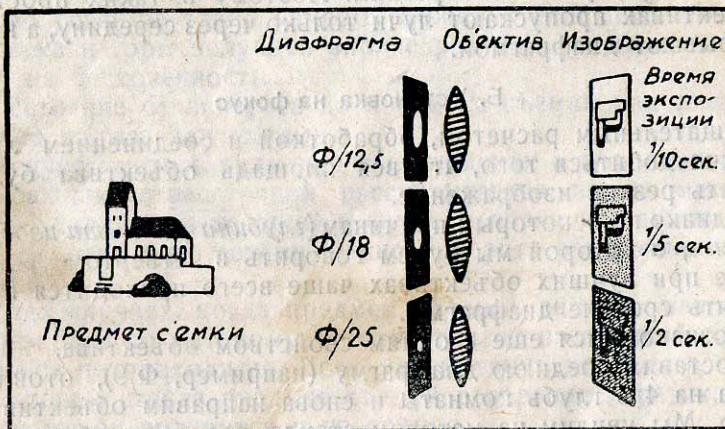

Рис. 16. Чем меньше применяемая диафрагма, тем темнее получается изображение на пластиинке и тем продолжительнее должна быть экспозиция.
Направим теперь объектив камеры снова на окно, получим резкое изображение и, наблюдая за ним на матовом стекле, станем последовательно менять размер диафрагмы. Мы убедимся, что величина *всего изображения и отдельных частей его остается неизменной при всех диафрагмах*, однако степень яркости изображения различна: она тем больше, чем больше отверстие диафрагмы (рис. 16). Когда
6. Наконец, для продолжительности экспозиции имеет значение наиболее легко поддающаяся учету величина *отверстия диафрагмы* (о чем подробно было сказано в предыдущем уроке и что наглядно видно на рис. 16). Чем меньше взятое отверстие диафрагмы, тем менее ярким получается изображение на пластиинке; это следует компенсировать более продолжительным действием изображения, т. е. более продолжительной экспозицией (рис. 22).